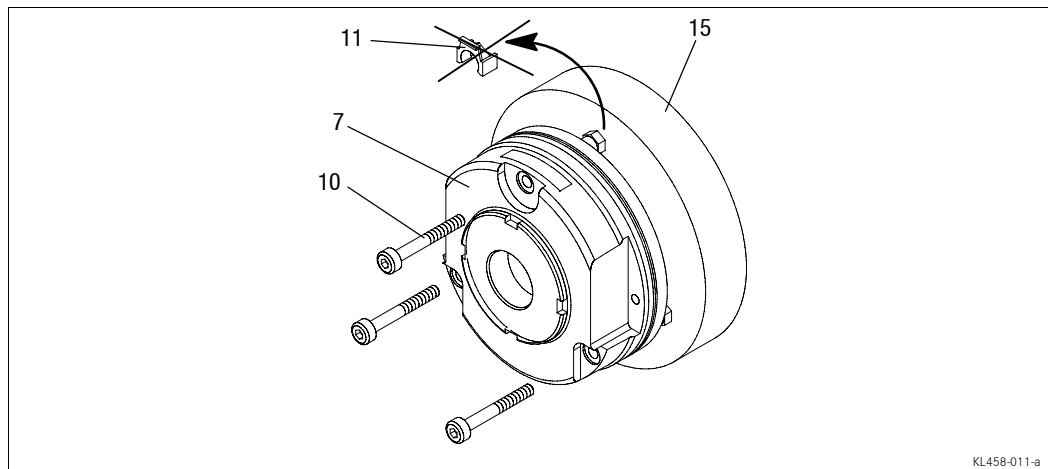

Abb. 7 Montage Federkraftbremse
- Mit den Schrauben (10) das Magnetteil komplett (7) an das Lagerschild (15) schrauben (Abb. 7).
- Klemmsteine (11) entfernen (wegwerfen; Abb. 7).